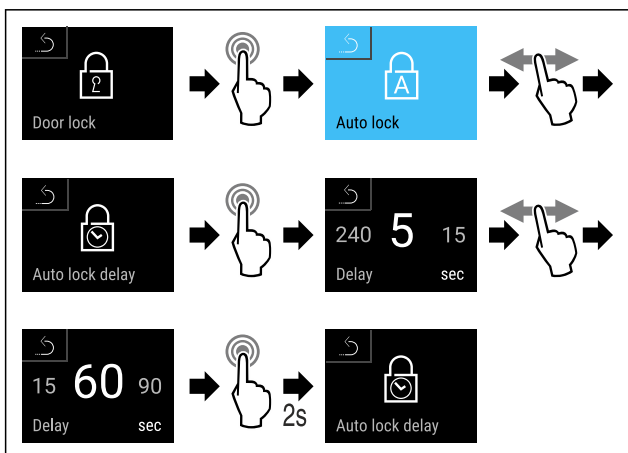

Fig. 82 Se pueden ajustar los siguientes valores: 5, 15, 60, 90, 120, 180 y 240 segundos
- ▶ Seguir los pasos de procedimiento (consulte Fig. 82) .